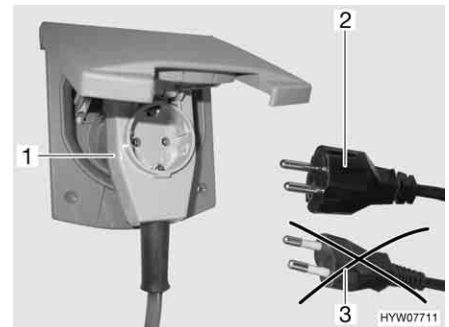

Fig. 124 Raccordement à un adaptateur coudé avec prise de courant
- Lors de l'utilisation d'un adaptateur coudé CEE 17 muni d'une prise à l'arrière (Fig. 124,1), se servir uniquement d'un connecteur en caoutchouc et scellé IP 44 avec contact de mise à la terre (Fig. 124,2). Ne pas utiliser de connecteur sans contact de mise à la terre (Fig. 124,3). Danger d'électrocution !